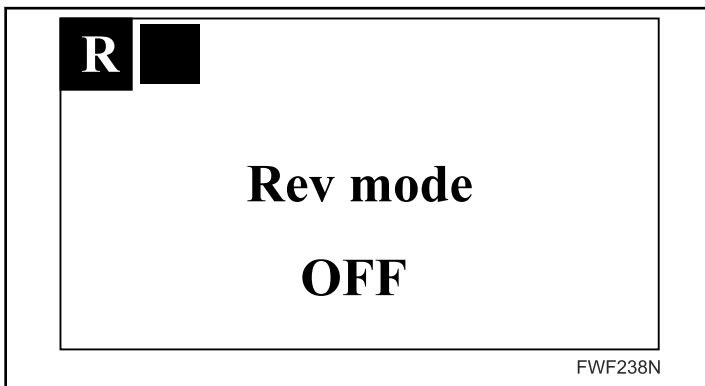

Figura 14
- enquanto a barra é pressionada, é apresentada a mensagem de aviso (consulte *Figura 18*) quando a barra for libertada, a máquina muda para o estado (consulte *Figura 14*) com o modo de avanço ativado.